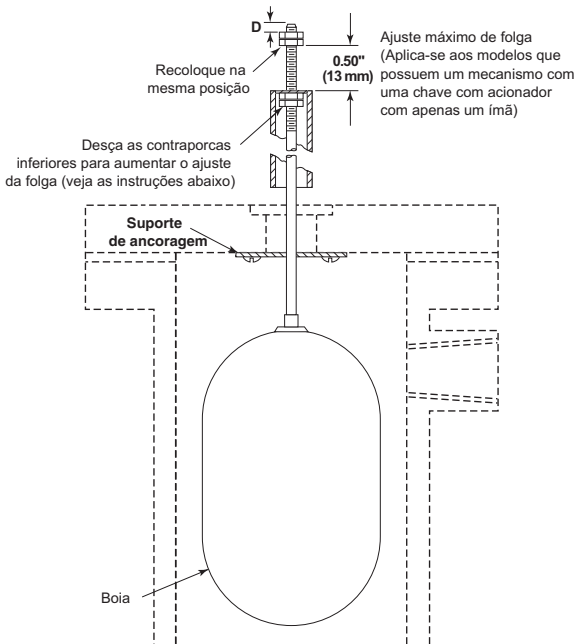

Figura 7
O diferencial nos controles de nível baixo pode ser ajustado pela reposição das contraporcas inferiores na haste da boia. O ajuste padrão de fábrica é para uma quantidade mínima de jogo (folga) entre as contraporcas do topo e a manga de atração. Consulte a **Figura 7**.
8. Meça a distância “D” do canto superior das contraporcas superiores para a parte superior da haste da boia. Consulte a **Figura 7**. Registre esta medição.
10. Solte e ajuste as contraporcas inferiores na posição desejada. Aperte firmemente as contraporcas inferiores. Consulte a **Figura 7**.
12. Recoloque as contraporcas superiores e a arruela guia na haste na posição anteriormente observada. Aperte firmemente as contraporcas superiores. Consulte a **Figura 7**.